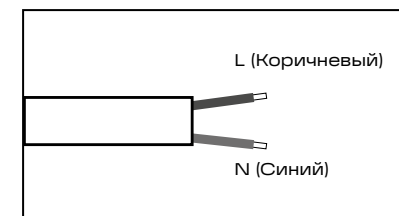

Рис. 4
- Выполните электрическое подключение осветительного прибора согласно рис. 4.